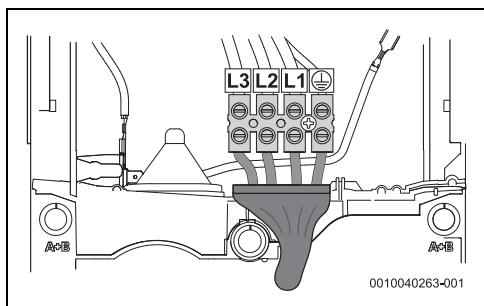

Fig. 87 Raccordement inférieur pour câble court
- Raccordement inférieur pour câble court (fig. 87)